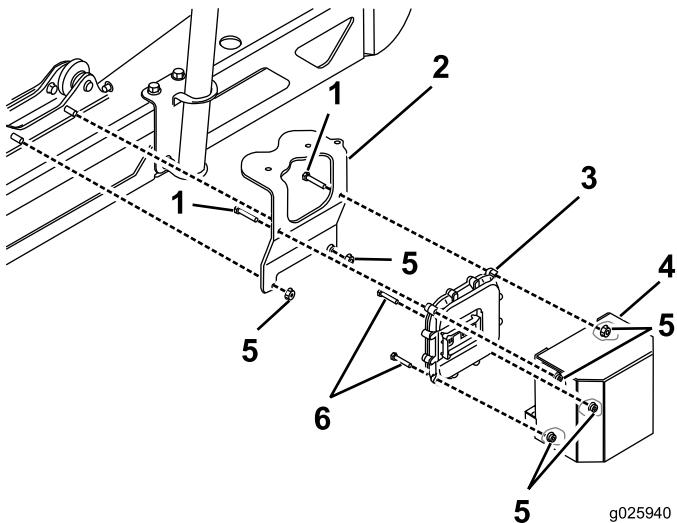

Figura 16
2. En el modelo 1750, instale el controlador electrónico, el soporte y la cubierta en la máquina (Figura 16).